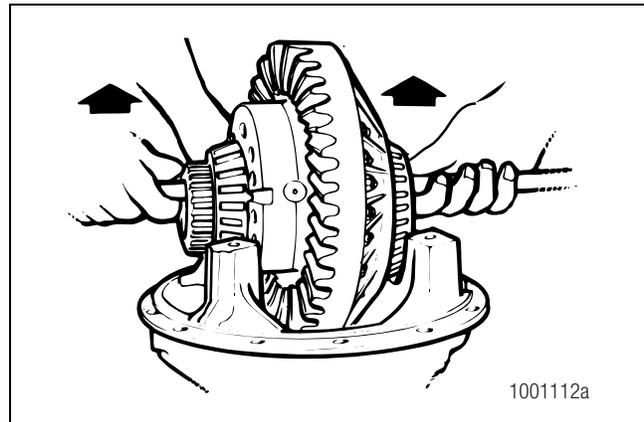

Figure 6.6
- 6. Soulever et retirer l'ensemble du différentiel et de la couronne de la tête de pont. Incliner l'ensemble de façon que la couronne dégage le support du roulement guide de pignon d'attaque. Figure 6.6.